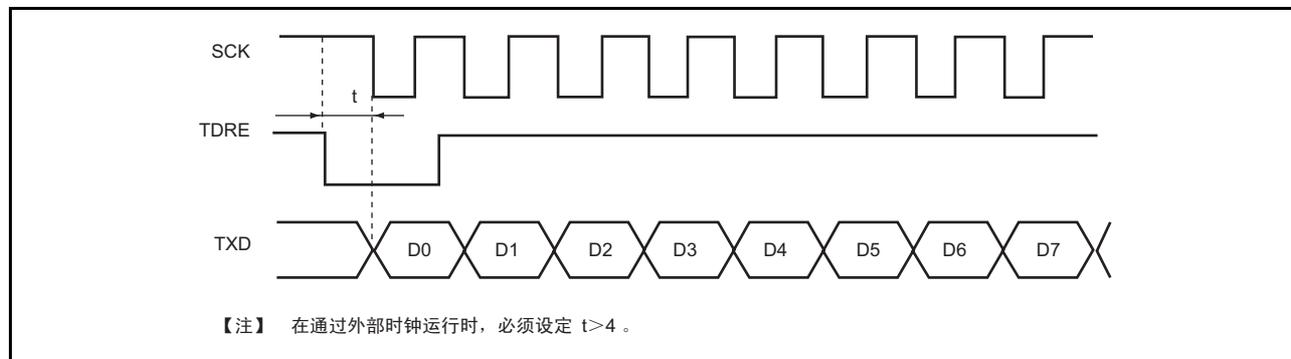

图 14.22 通过 DTC 进行同步时钟传送的例子
1. 当将外部时钟源用于同步时钟时，必须在通过 DTC 更新 SCTDR 后至少经过 5 个外围运行时钟周期，然后输入外部时钟。如果在更新 SCTDR 后的 4 个周期以内输入发送时钟，就可能发生误动作（参照图 14.22）。